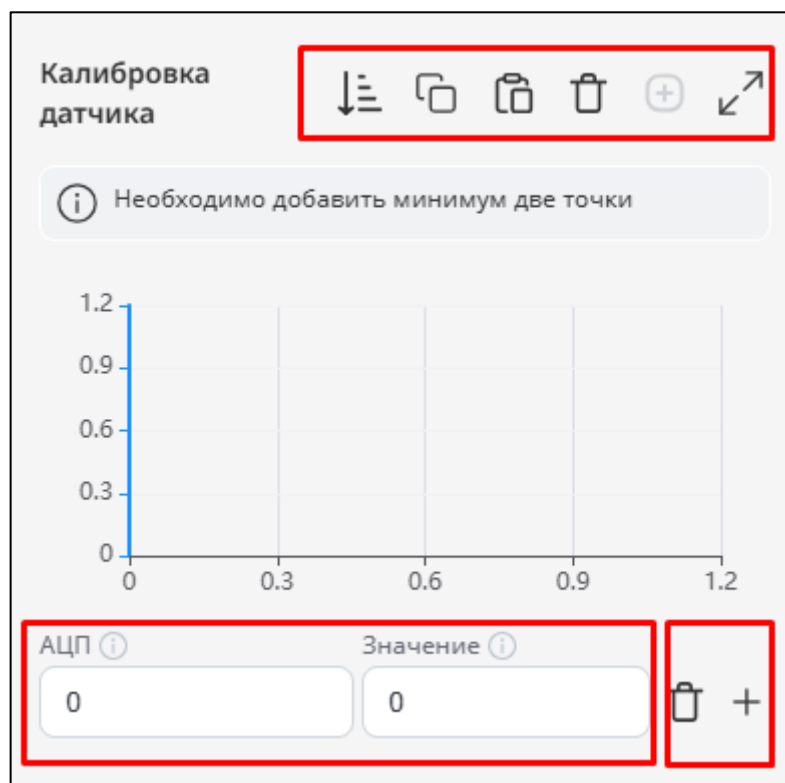

Рисунок 10
3. Заполните поля «АЦП» и «Значение» (Рисунок 10). Для удобства работы можно раскрыть таблицу калибровки на весь экран по кнопке «Раскрыть». Каждая пара «АЦП — Значение» обрабатывается системой отдельно. Пороговые значения полей «АЦП» и «Значение» должны быть в диапазоне от 100 000 000 000 до -100 000 000 000. Значения «АЦП» не должны повторяться.